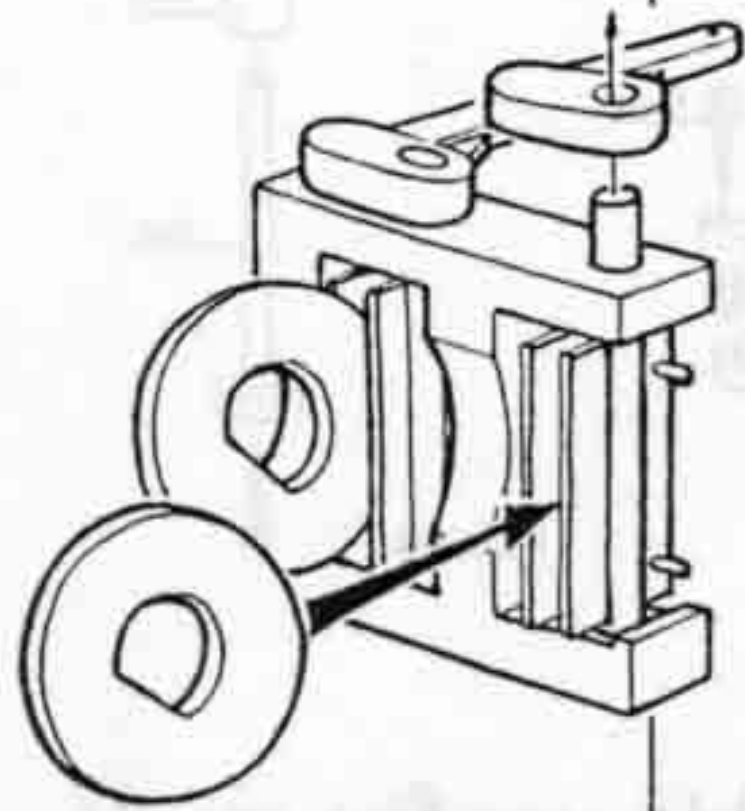

FIG. 19
- Détail du montage du double frein (Fig. 19)